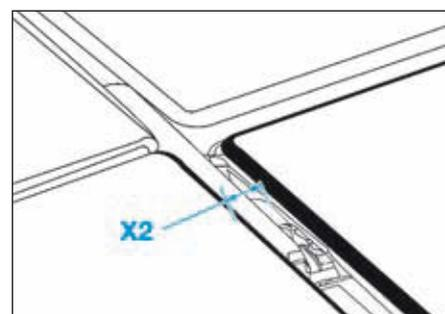

FIG.5
- Equilibrer les jeux latéraux (X2 = 13 mm) entre la vitre et les enjoliveurs latéraux (Fig.5).